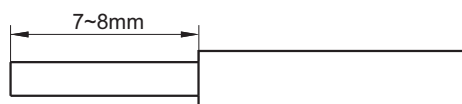
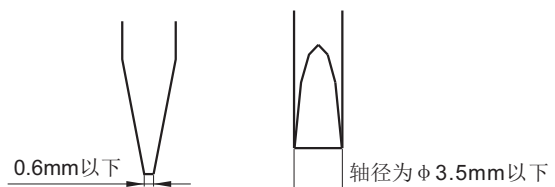
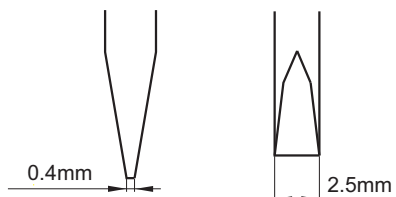

图1
图2
图3
导线前端需剥去7mm~8mm的绝缘保护层，如图1所示。请务必按此尺寸使用。
- 接线时，请使用如图2所示的螺丝刀：
- 一字型螺丝刀：见图2
接线时，请使用如图3所示螺丝刀。
将继电器插座防脱卡簧呈现于打开状态(详见图1)，将继电器对准插座主体型腔(详见图2)。然后逆时针扳动防脱卡扣，同时轻轻下压继电器，直至继电器完全装入插座(详见图3)。
(图1)
(图2)
(图3)